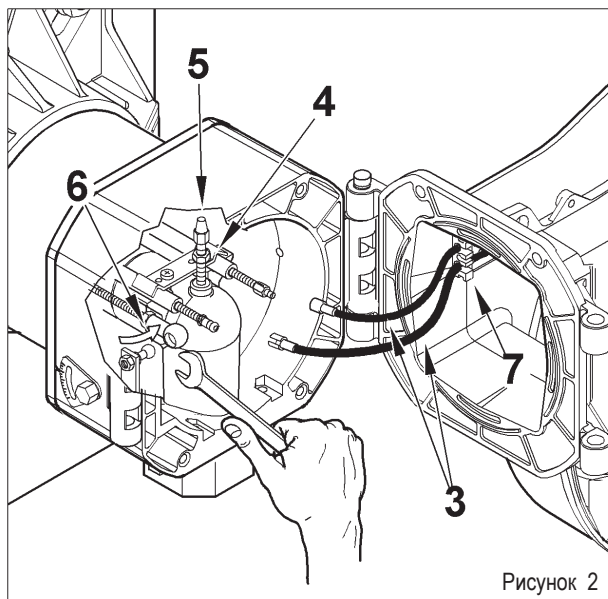

Рисунок 2
Тем же ключом выполните операции на шаровом шарнире (6) в направлении, указанном стрелкой, отцеплявая рычаг продвижения головки горения (рисунок 2).